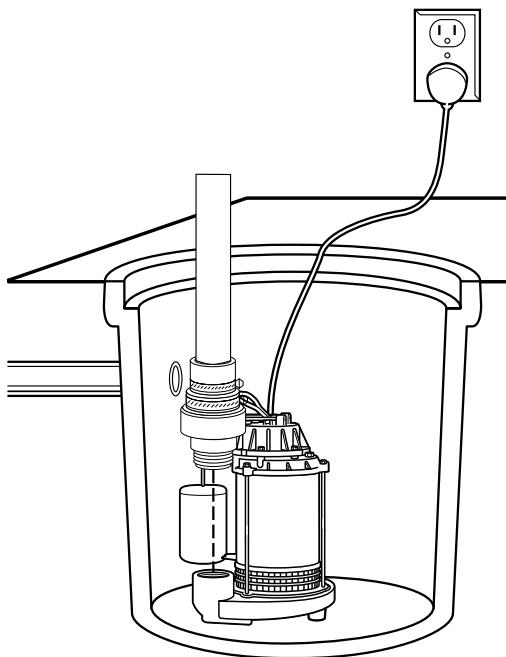

Figure 2 – L'installation de la pompe submersible
- Construisez une fosse de puisard en béton, acier ou plastique d'une profondeur de 24 po (60,96 cm) et d'au moins 11 po (27,94 cm) de diamètre (Figure 2, page suivante). S'il y a déjà un puisard, assurez-vous qu'il soit de la bonne taille.
- Assurez-vous que la prise électrique soit à la terre, de calibre de 115 volts, d'au moins 15A et protégée par un disjoncteur différentiel. (DD).